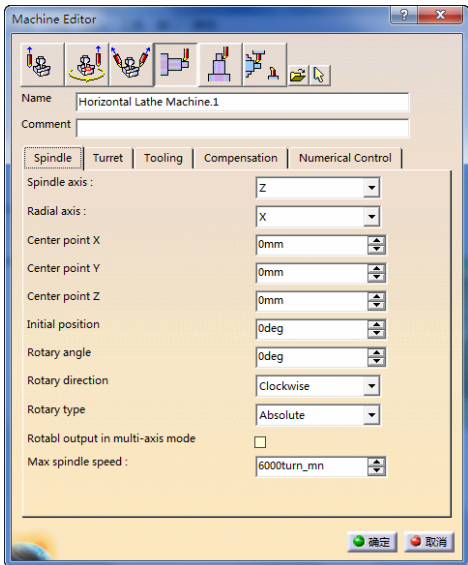

图 7-68 “Machine Editor” 对话框（3）
2) 机床设置。单击“Part Operation”对话框中的 machine 按钮, 弹出“Machine Editor”对话框 (3), 选择“Horizontal Lathe Machine.1”, 如图 7-68 所示。